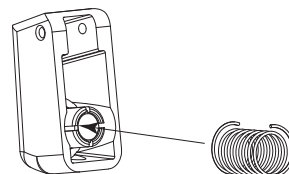

Figura 2
- Sistemare la molla, attorno alla calamita (come indicato nella figura 2).